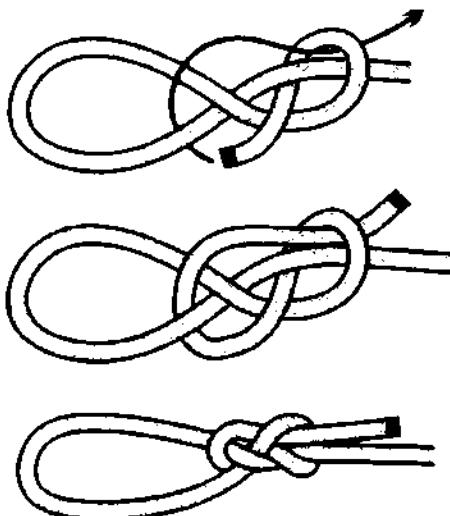

Рис. 405. *Перекрёстный зажим*.
*Перекрёстный зажим* хорошо держит как на мягких, так и на жёстких верёвках (рис. 405). Чтобы увеличить или уменьшить петлю, надо ослабить крайние петли и сдвинуть узел. На жёсткой верёвке петля регулируется одной рукой без ослабления узла. Чтобы регулируемая петля работала правильно, узел нужно хорошенько обтянуть и расправить, иначе он будет скользить и петля затягиваться, особенно на жёсткой верёвке. По этой причине, завязывая *перекрёстный зажим*, необходимо быть внимательным.